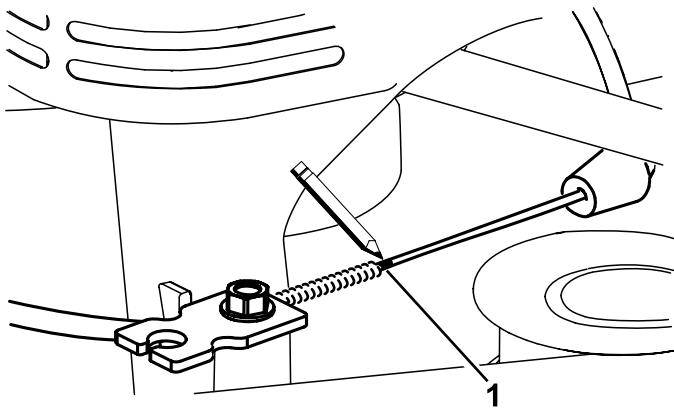

Figuur 48
6. Trek aan de kabelhuls om speling weg te nemen (Figuur 48).